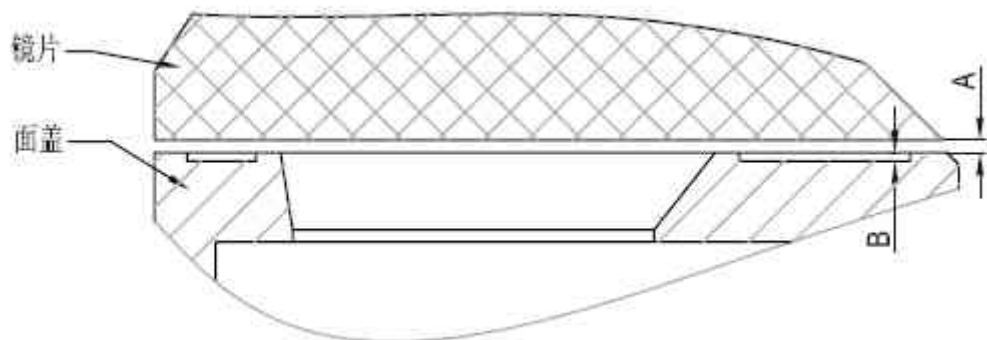

图12-1
1. 镜片与前壳配合间隙为 $A=0.10\text{mm}$, 如图12-1所示。
2. 贴双面胶的区域需留间隙为 $B=0.10\text{mm}$, 如图12-1所示。